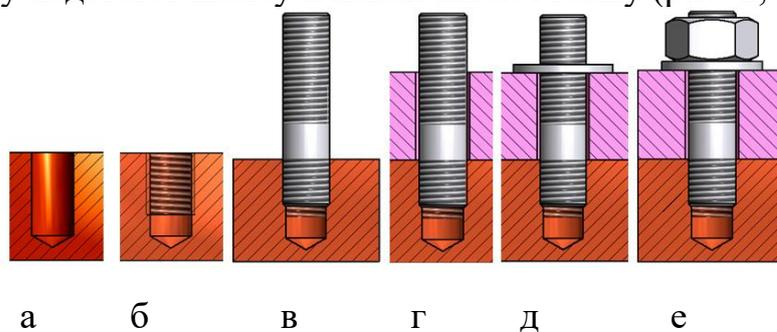

Рис. 2. Последовательность создания соединения шпилькой
1. В корпусной детали соединения (рис. 2, а) просверливают глухое отверстие глубиной $l_{отв.}$, а затем нарезают резьбу длиной $l_{рез.}$ (рис. 2, б).
2. Шпильку резьбовым посадочным концом l_1 завинчивают в глухое отверстие (рис. 2, в).
3. В подсоединяемой пластине просверливают отверстие диаметром $1,05...1,1d$ и надевают её на шпильку (рис. 2, г).
4. На шпильку надевают шайбу и навинчивают гайку (рис. 2, д, е).